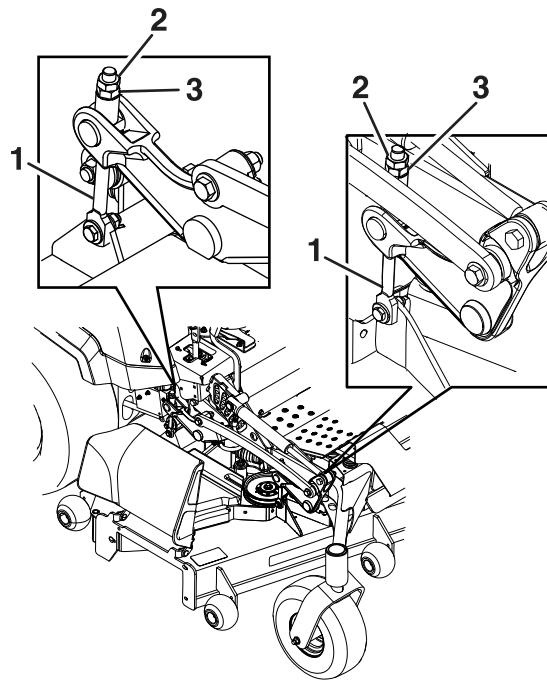

Bild 82
- Drehen Sie die Einstellmutter am Frontmähwerkshub, um eine genaue Einstellung zu erreichen (Bild 82).